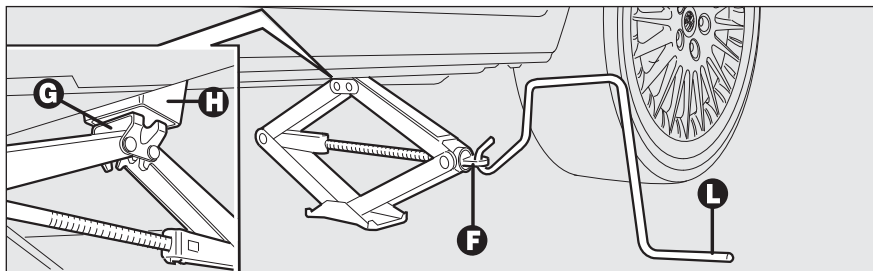

fig. 8
- actionner le dispositif **F-fig. 8** de façon à détendre le cric, jusqu'à ce que la partie supérieure du cric **G** s'engage correctement à l'intérieur du dispositif de retenue **H**;
- insérer la manivelle **L-fig. 8** pour permettre l'actionnement du cric et soulever la voiture, jusqu'à ce que la roue se lève du sol de quelques centimètres;